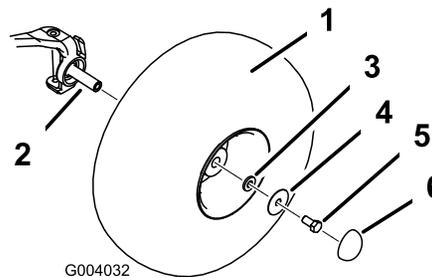

Figura 4
4. Monte las ruedas usando las fijaciones que retiró anteriormente (Figura 4) y apriete los pernos a 183-224 Nm.